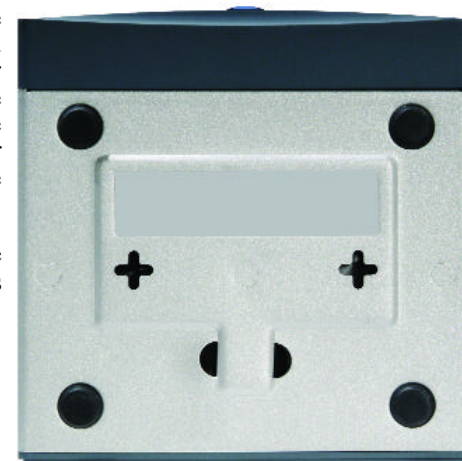

Figure 3-4
1. Les orifices de montage mural sont deux orifices en forme de croix situés sur le panneau inférieur du commutateur comme illustré dans la figure 3-4. Fixez deux vis au mur de sorte de pouvoir les aligner avec les orifices de montage mural du commutateur.